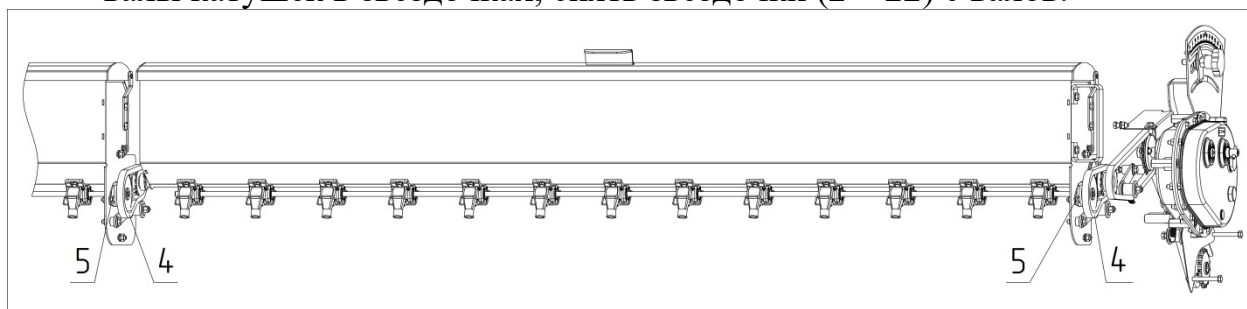

Рисунок 28.
- 2) Снять цепи (4) со звёздочки (5) (рис. 28).
- 3) Раскрутить болты с гайками М8 (5), извлечь шпильки, фиксирующие валы катушек в звёздочках, снять звёздочки ($z = 22$) с валов.